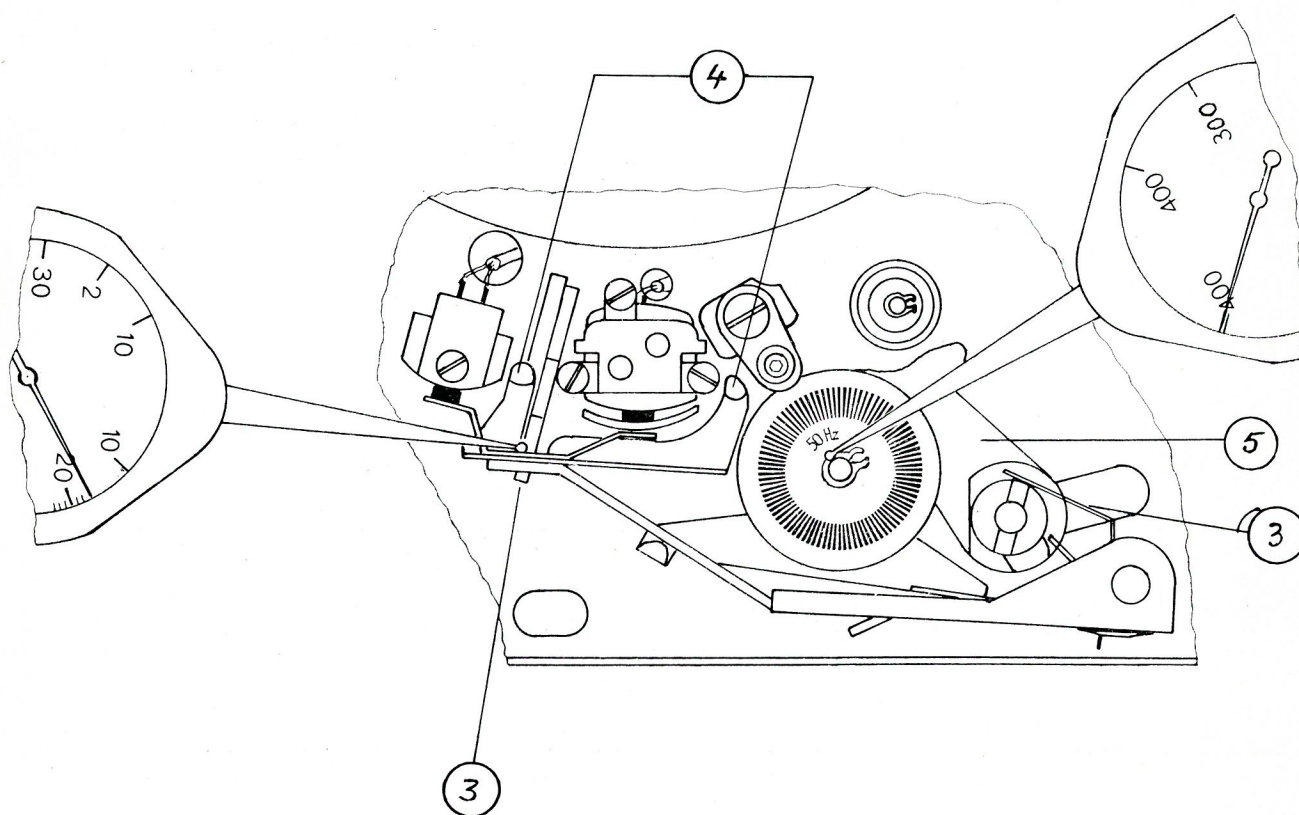

Fig. 16
2. Trykkvalse med arm: Trykkvalsearm skal kunne beveges fritt og ligge parallelt med chassis. Dens høyde justeres forsiktig med tang til spor i boss for trykkvalse ligger i plan med underkant av monteringsplate. Trykkvalsens løpebane skal være nøyaktig parallelt med capstanakse. Dette kontrolleres ved å iakttas lysåpningen mellom trykkvalse og capstan når trykkvalsen føres inntil. Akse for trykkvalse skal også være parallell med capstan, sett fra betjeningssiden. Dette kontrolleres med trykkvalsen avmontert. Justering foretas ved bøyning av trykkvalsearm. Når trykkvalsen slippes inn mot capstan skal fjærtrykket være 350—450 g målt med fjærvekt like før berøringspunktet (se fig. 16). Fjærtrykket kan reguleres ved å benytte en annen opphengstapp for trykkvalsefjær, evt. ved å kappe fjæren.
Klemring for trykkvalsehjul falt av. Trykkvalse subber da i capstanlager. Fett eller smuss på drivakse (capstan), trappeskive, svinghjul eller mellomhjulkompleks. Fjær til trykkvalsearm for slakk (se fig. 16). Feil ved avløpende brems (se fig. 12).